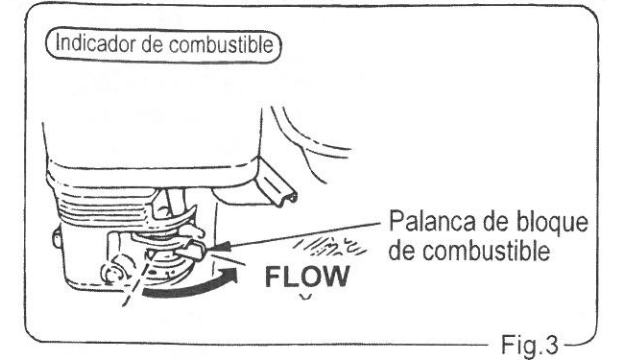

Fig.3
1. Alinee la palanca indicadora del combustible con la posición FLOW (Fig.3).